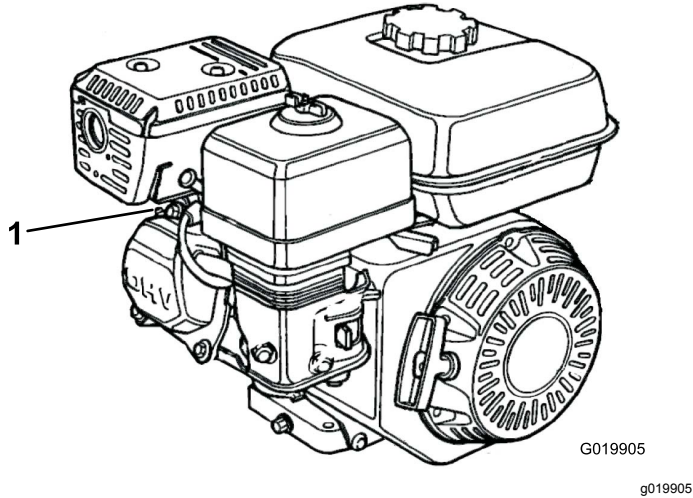

Figura 32
1. Desconecte el cable de la bujía (Figura 32).